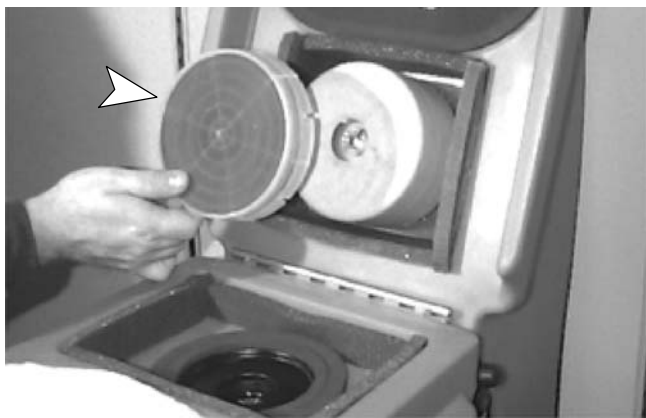

FIG. 14
1. Nettoyez toutes les semaines le filtre auxiliaire. Tapotez ou soufflez sur la poussière accumulée. Ne nettoyez PAS avec de l'eau ou du solvant. Le filtre est situé sur le moteur d'extracteur, comme illustré. Remplacez le filtre, le cas échéant (Figure 14).